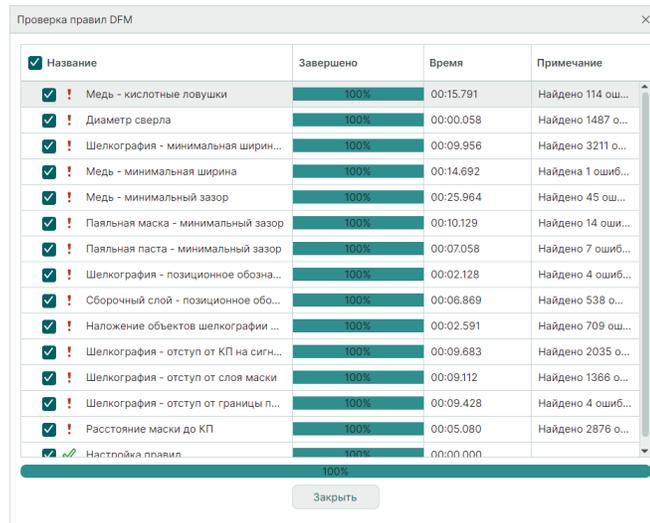

Рис. 547 Заккрытие окна DFM-проверки
3. По завершении процесса нажмите кнопку «Заккрыть», см. Рис. 547.